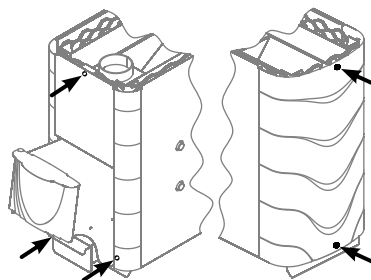

Рисунок 8. Демонтаж конвектора печи «Тунгуска XXL 2013»
2. Снять конвектор, открутив 5 саморезов (рисунок 8)